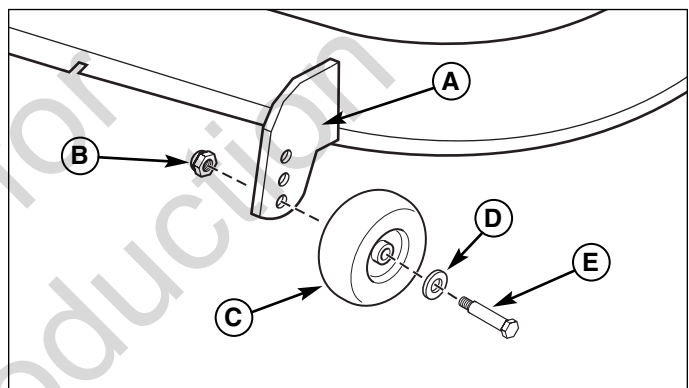

Figure 33. Réglage de roulette-guide à support fixe
1. Déposer l'écrou-frein (B, Figure 33), la roulette-guide (C), les rondelles (D) et la vis à épaulement (E). Placer la roulette-guide à la hauteur souhaitée.
2. Faire passer la vis à épaulement (E) à travers les rondelles (D), la roulette (C) et le support de roulette (A). Fixer avec l'écrou-frein (B). Répéter les étapes 1 et 2 pour toutes les roulettes-guides.